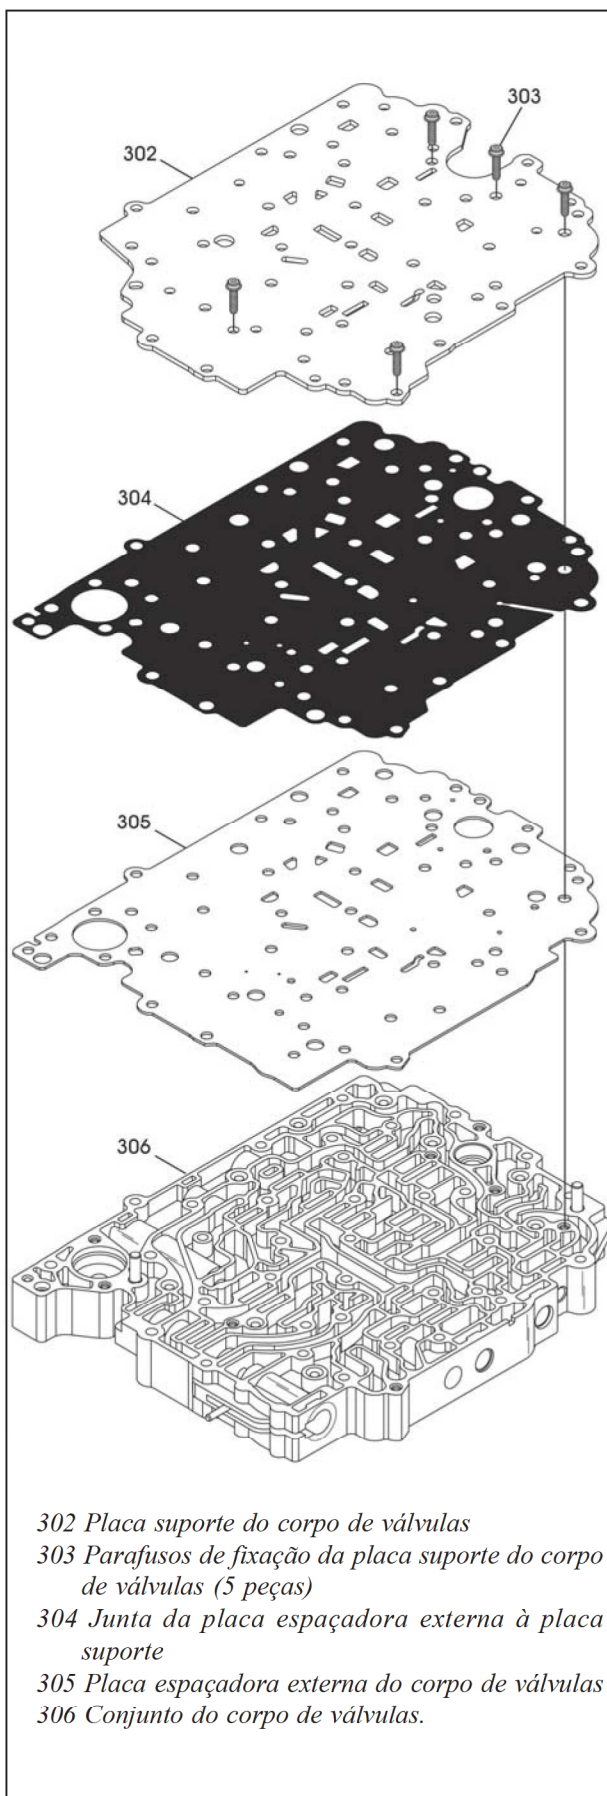

Figura 213
12. Remova os 5 parafusos de fixação da placa suporte do corpo de válvulas, conforme mostra a figura 213.
13. Remova a placa suporte do corpo de válvulas, conforme mostra a figura 213.
14. Remova e descarte a junta da placa suporte à placa espaçadora externa, conforme indicado pela mesma figura 213.
15. Remova a placa espaçadora externa do corpo de válvulas, conforme indicado pela figura 213.